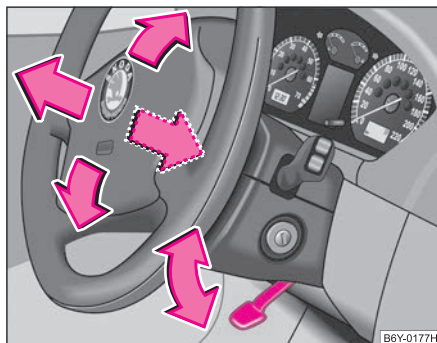

Fig. 89 Volant réglable:
- Tirez la manette sous la colonne de direction ⇒ fig. 89 vers le bas ⇒ ⚠.